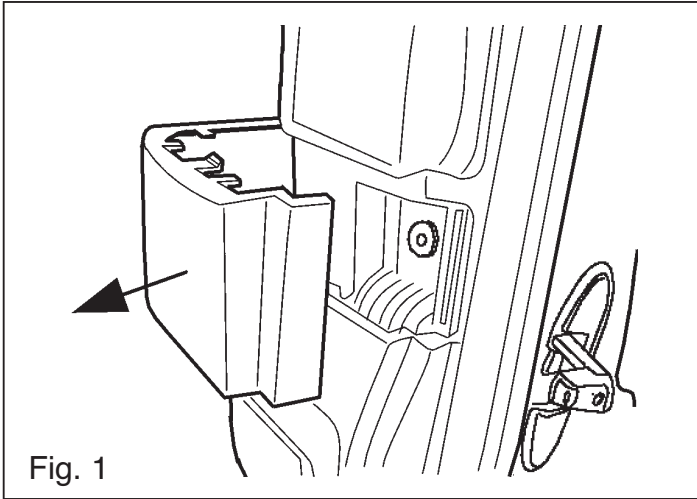

Fig. 1
1. Demontera kofångaren. Härtill måste man först demontera täckkåporna under bakljusmodulerna (fig. 1). Obs!!! Se till att du inte kan skada kofångaren. Demontera kofångarens innanmäte av stål, detta förfaller. Om fordonet är försett med PDC (Parc Distance Control) ska kabelhållaren vid punkterna A lösgöras ur kofångaren (se foto). Placera två skruvar M6x20 i kofångaren, med ett inbördes avstånd på 545mm så att de korresponderar med hålen A i dragkroken. Sänk avgasröret och demontera värmeskölden.
1. Afmonter kofangeren. For at kunne gøre dette bør afdækningskapperne under baglysenhederne afmonteres først (fig. 1). Bemærk!!! Der bør sørges for, at kofangeren ikke beskadiges under arbejdsgangen. Afmonter kofangerens indre del, der er af stål. Denne vil ikke længere blive brugt. Er køretøjet udstyret med PDC (Parc Distance Control), løsn da kabelholderen ved punkterne A fra kofangeren (jvf. illustration). Montér to M6x20 bolte i kofangeren med en afstand på 545 mm mellem hinanden, således at disse korresponderer med hullerne A på anhængertrækket. Lad udstødningsrøret synke og afmonter isoleringspladen.
1. Desmontar el parachoques. Para ello hay que desmontar primero las cubiertas debajo de las unidades de las luces traseras (fig. 1). ¡¡Atención!! Asegurarse de no dañar el parachoques. Desmontar el armazón interior de acero del parachoques, el que queda anulado. Si el vehículo está provisto de PDC (Parc Distance Control), soltar el soporte de cable del parachoques a la altura de los puntos A (véase la foto). Montar dos tornillos M6x20 en el parachoques a una distancia intermedia de 545mm, de forma que corresponden con los orificios A en el gancho de remolque. Bajar el tubo de escape y desmontar el escudo térmico.
1. Smontare il paraurti. A tal fine, è necessario smontare prima le calotte situate sotto i gruppi dei fanali posteriori (fig. 1). Attenzione!!! Assicurarsi che il paraurti non venga danneggiato. Estrarre l'anima dal paraurti, questa non dovrà essere rimontata. Se il veicolo è dotato di dispositivo PDC (Parc Distance Control), staccare il passacavo dal paraurti a livello dei punti A (vedi foto). Inserire due bulloni M6x20 nel paraurti, ad una distanza di 545 mm l'uno dall'altro, in corrispondenza dei fori A sul gancio traino. Lasciare scendere il tubo di scarico e smontare la protezione termica.
1. Zdemontować zderzak, w tym celu należy w pierwszej kolejności zdjąć osłony pod tylnym zespołem oświetleniowym (rys.1). **Uwaga:** należy zwrócić uwagę, aby w trakcie demontażu nie uszkodzić zderzaka. Zdemontować wewnętrzną metalową osłonę zderzaka, która nie będzie ponownie wykorzystywana. Jeżeli auto wyposażone jest w PDC , (kontroler dystansu parkowania.) należy rozłączyć mocowanie przewodów w punktach A zderzaka (patrz rys.). w zderzaku należy przykręcić dwie śruby M6x20 w odległości 545 mm jedna od drugiej, w taki sposób aby korespondowały one z otworami A znajdującymi się na haku holowniczym. Oraz opuścić wydech, zdemontować osłonę cieplną.